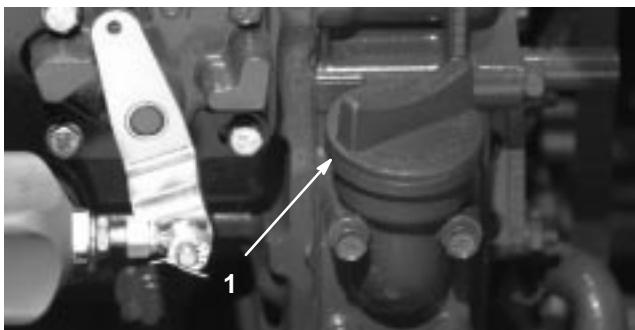

Figure 5
- Si le niveau n'atteint pas le repère du plein, enlevez le bouchon de remplissage (Fig. 5) et faites l'appoint jusqu'à ce que le niveau correct soit atteint. **Ne remplissez pas excessivement.**